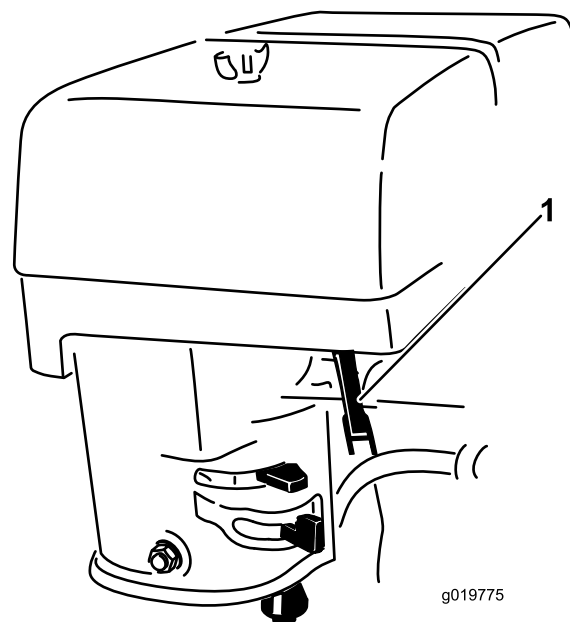

Figura 15
4. Ponga la palanca del acelerador en un punto intermedio entre las posiciones de Lento (tortuga) y Rápido (conejo) (Figura 15).